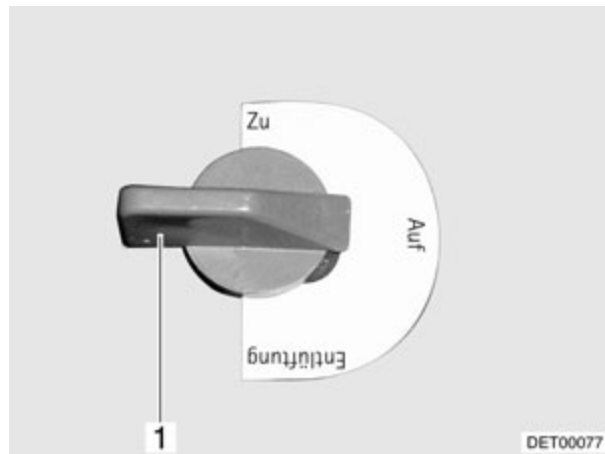

Fig. 169 Llave de desagüe
- Cerrada: El saliente de la palanca de mando (Fig. 169,1) está orientado hacia la dirección de marcha.
- Girar la palanca de mando de la llave de desagüe (Fig. 169,1) a la posición "Entlüftung" (purgar).
- Girar la palanca de mando de la llave de desagüe (Fig. 169,1) a la posición "Auf" (abierta). Se vacía el agua.
- Girar la palanca de mando de la llave de desagüe (Fig. 169,1) a la posición "Zu" (cerrada).